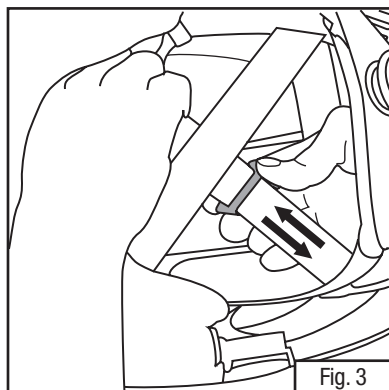

Fig. 3
- b. Pièces faciales des séries M-100 et M-200 uniquement : Les courroies en tissu de la coiffe M-150 peuvent être réglées en faisant glisser le verrou bleu de la courroie situé sur la courroie centrale (Fig. 3). Faire glisser la boucle vers l'arrière de la pièce faciale pour serrer les courroies et relever la pièce faciale sur la tête. Faire glisser la boucle vers l'avant de la pièce faciale pour desserrer les courroies et abaisser la pièce faciale sur la tête.